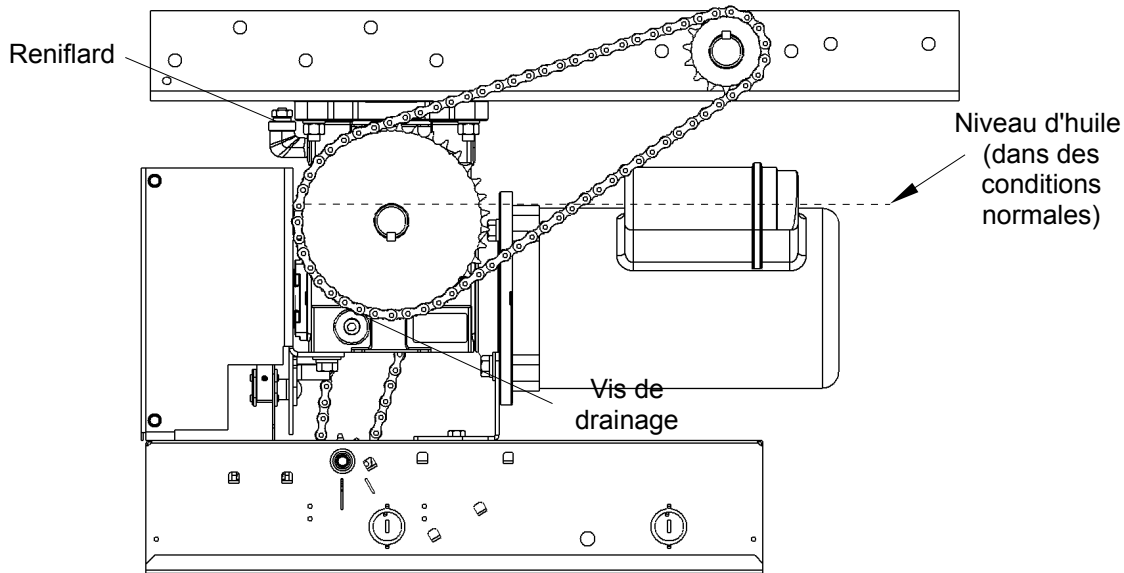

Figure 30 - Reniflard du réducteur
1. Dévisser et enlever le reniflard (coude du reniflard), voir la Figure 30.